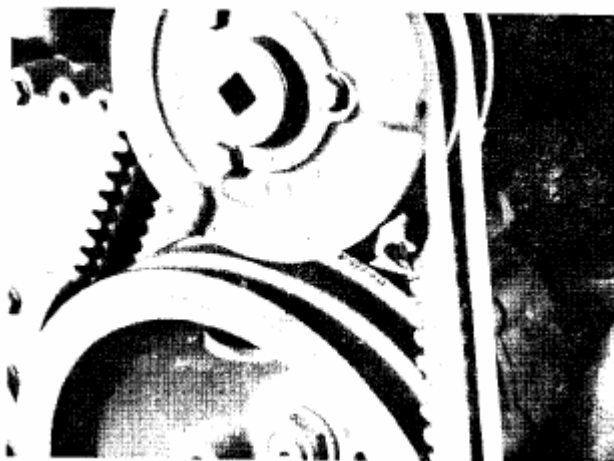

Рис. 2-45. (V41484). Отметки установки клапана - V-1740
3. Прокручивайте двигатель в направлении вращения до тех пор, пока не покажется маркировка, сделанная на клапане. Рис.2-45,2-46 и 2-47. Совместите эти отметки с отметкой или указателем на крышку редуктора. Пример: А или 1-6 «VS» на линейных двигателях или 1-6R «VS» на двигателях V-1710.